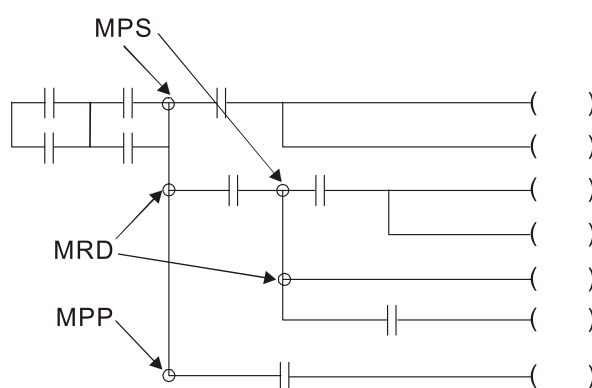

图 16-36
- MPP 可以由「┐」来做判定。基本上使用上述的方式解析不会有误，但是有时相同的状态输出，编译程序会将之省略，以下图 16-36 说明：